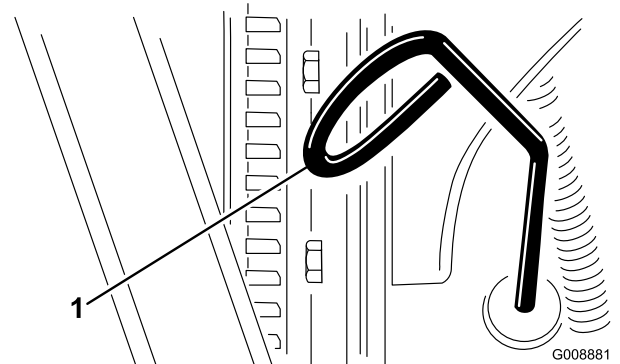

Bild 71
3. Nehmen Sie den Peilstab (Bild 71) heraus und wischen Sie ihn mit einem sauberen Lappen ab.